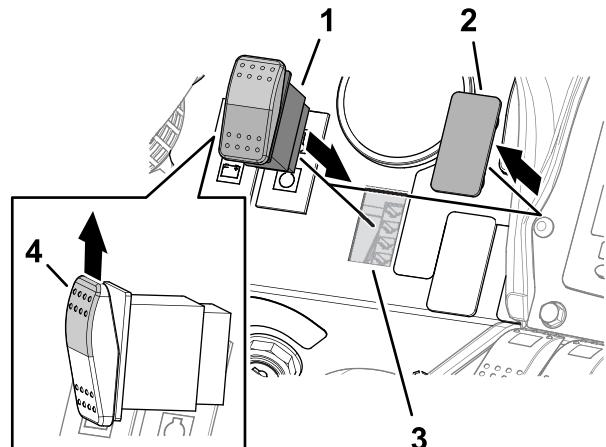

Figura 85
1. Retire el tapón del salpicadero, como se muestra en la Figura 85.